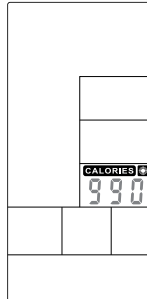

Figure 43
⑧ Drücken Sie eine beliebige PROGRAMM-Taste und führen Sie das Programm entsprechend aus.
① Drücken Sie im Standby-Modus die Ziel-Kalorien-Taste und CALORIES leuchtet auf, zusammen mit einem langen Ton für 1s.
② KALORIEN-Wert blinkt, zum Einstellen AUF und AB drücken (Abbildung 43). Drücken Sie ENTER zum Bestätigen, während der Summer 1s lang piept und CALORIES leuchtet dauerhaft auf
⑧ Press any PROGRAM key then perform the program accordingly.
① In Standby mode, press Target Calories key and CALORIES will light up, along with a long sound for 1s.
② CALORIES value is flashing, press UP and DOWN to adjust (Figure 43). Press ENTER to confirm meanwhile buzzer beeps 1s and CALORIES lasting lighting up